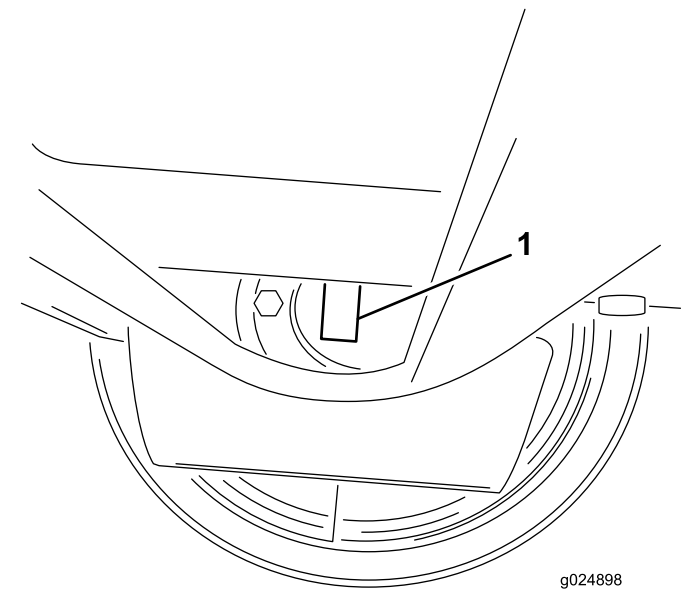

Figura 1
3. Inspeccione a placa do número de série do motor da roda (Figura 1). Pode observar-se na parte de baixo da máquina.